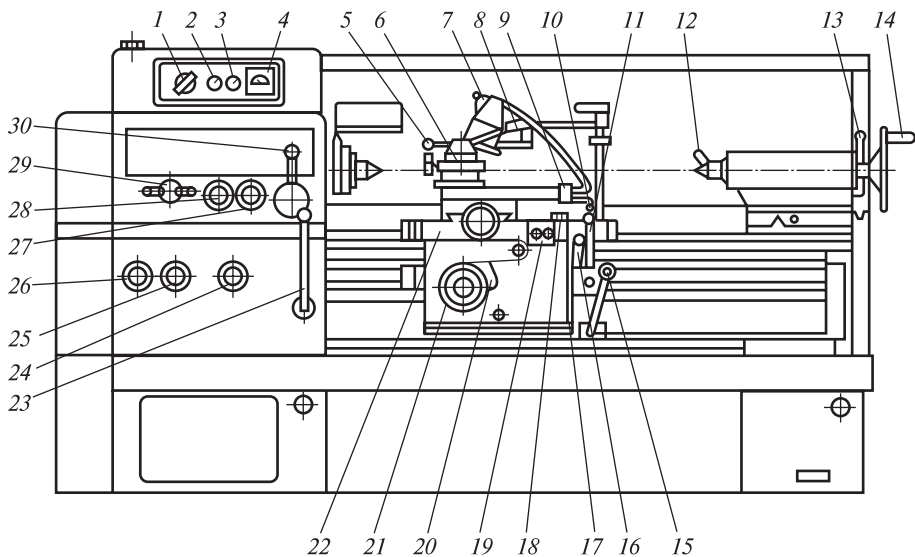

Рис. 1.1. Токарно-винторезный станок модели 16K20
10. Перечислите основные узлы токарно-винторезного станка, изображенного на рис. 1.1:
12. Напишите номера позиций, которыми на токарно-винторезном станке (рис. 1.1) обозначены следующие элементы: